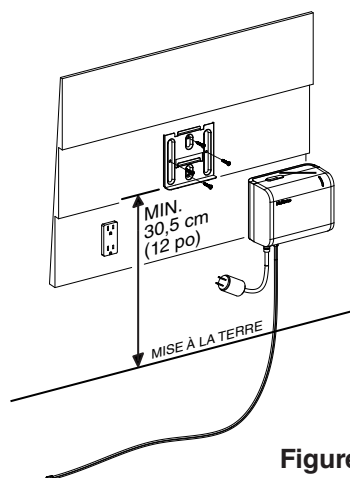

Figure 2
3. Fixer la plaque au mur en vissant les quatre vis à bois M4 x 14 mm fournies dans les trous (figure 2).